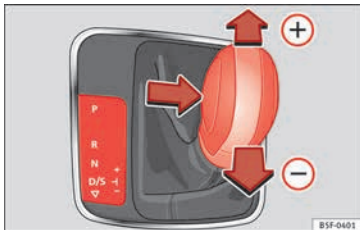

Abb. 171 Schalten mit Tiptronic
- Zum Schalten in einen höheren Gang tippen Sie den Wählhebel nach vorne in Richtung » Abb. 171 (+).
- Zum Schalten in einen niedrigeren Gang tippen Sie den Wählhebel nach hinten in Richtung » Abb. 171 (-).